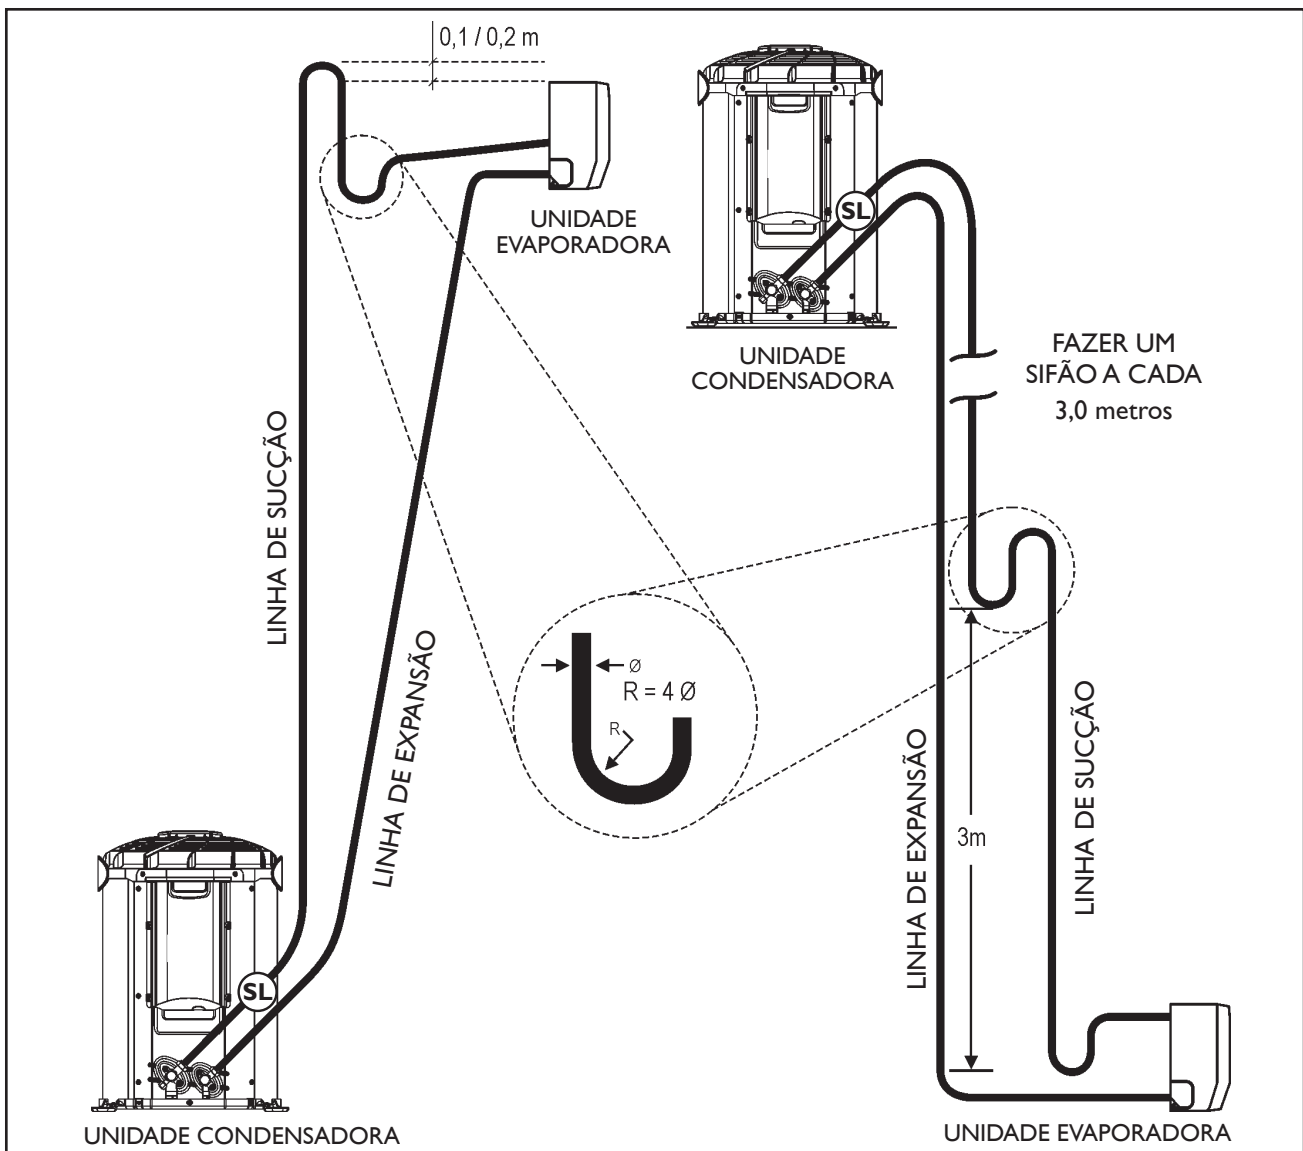

FIG. 21 - INSTALAÇÃO LINHAS DE INTERLIGAÇÃO
- 1º Elevar a linha de expansão acima da unidade condensadora antes de ir para a unidade evaporadora (0,1m para modelos 38K_09 e 12 e 0,2m para 38K_18 e 38K_22), quando a evaporadora estiver abaixo da condensadora. (Fig. 21)
- 2º Elevar a linha de sucção acima da unidade evaporadora antes de ir para a unidade condensadora (0,1m para modelos 38K_09 e 12 e 0,2m para 38K_18 e 38K_22), quando a evaporadora estiver acima ou no mesmo nível da condensadora. (Fig. 21)
- 3º Fazer sifões nas subidas da linha de sucção a **cada 3,0 metros**, incluindo a base (saída da evaporadora). Caso o desnível seja menor que 3m faça apenas na base. (Fig. 21)